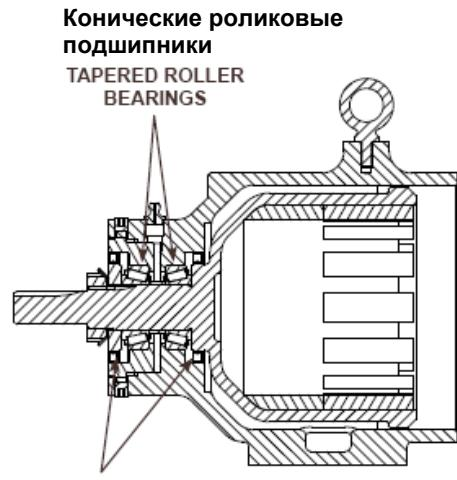

Рис. 9 Расположение подшипников и манжет в станине насоса
2. Запрессуйте внутреннюю манжету в блок подшипников, внешнюю манжету в торцевую заглушку и затем нанесите на них консистентную смазку (указания по ориентации манжет содержатся на Рис. 9).